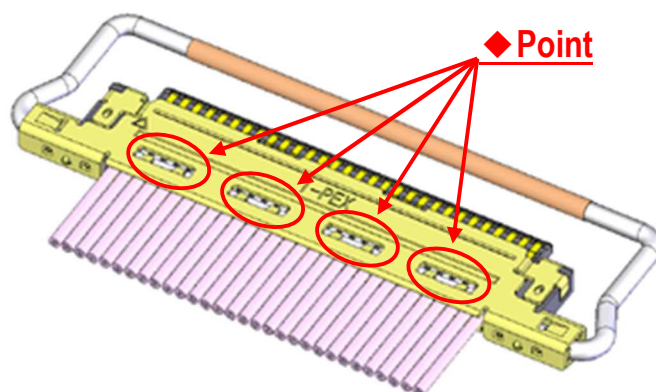

Fig.8 Soldering of SHELL-A and GND BAR
③ SHELL-A,B と GND BAR を半田コテにて全箇所半田付けすることを推奨する。 (Fig.8,9 ◆部)